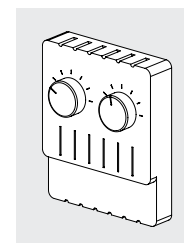

Figure 14
- 8.7 L'armoire de commande peut être équipée d'une résistance chauffante. La résistance peut être réglée automatiquement par un thermostat intégré ou par un thermostat externe. Consultez la documentation fournie avec l'armoire de commande. Lorsque le dispositif de chauffage et le ventilateur de refroidissement sont tous deux présents, le thermostat externe a une double régulation. Les paramètres sont pré-réglés par Modine. Si nécessaire, adapter les réglages aux conditions de fonctionnement locales. Voir la Figure 14 à titre d'exemple.